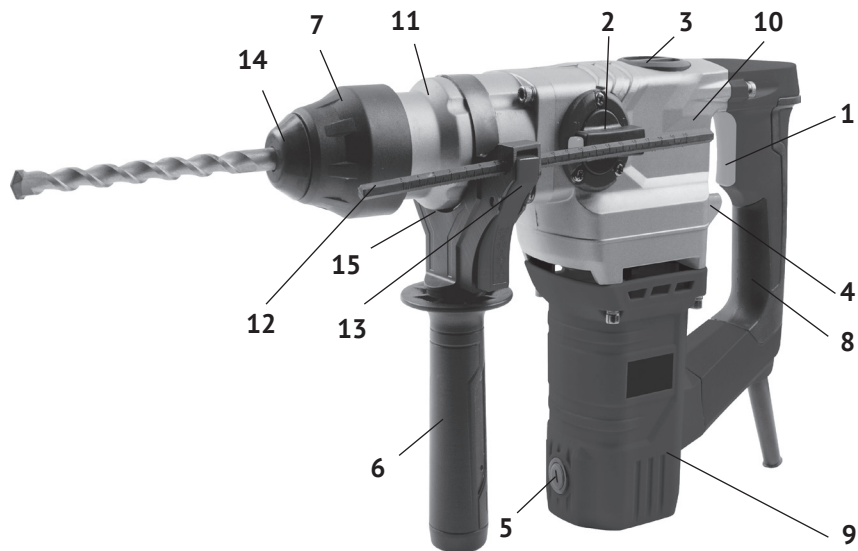

рис.1
1.4.1 Общий вид перфоратора представлен на рис. 1
1.4.2 Перфоратор состоит из вертикально расположенного коллекторного двигателя в пластиковом корпусе (рис.1 поз.9) и шестерёнчатого редуктора с кривошипно-шатунным механизмом, расположенных в металлическом корпусе (рис.1 поз.10). Крутящий момент с якоря электродвигателя через систему шестерён, передаётся на вал с патроном SDS – plus (рис.1 поз.7), расположенный перпендикулярно оси двигателя. Вертикальное расположение двигателя упрощает конструкцию редуктора, что увеличивает ресурс перфоратора. Кривошипно-шатунный механизм приводит в действие ударный узел перфоратора. На корпусе редуктора, со стороны рукоятки (рис.1 поз.8),
расположен переключатель режимов «сверление с ударом» - «сверление» (рис.1 поз.4).
В зависимости от вида выполняемой работы, в патрон SDS – plus вставляется необходимая насадка (пика, долото, бур) с соответствующим хвостовиком, или переходник SDS-plus/сверлильный патрон для установки сверлильного патрона (входят в комплект поставки), если необходимо работать только в режиме «сверление». Дополнительная рукоятка (рис.1 поз.6) хомутом суппорта (рис.1 поз.15) крепится на корпусе ствола (рис.1 поз.11). Фиксируется, закручиванием рукоятки по часовой стрелке, в любом положении (от 0° до 360°), что удобно пользователю, как «правше», так и «левше».
В отверстие суппорта дополнительной рукоятки вставляется, при необходимости, стержень -ограничитель глубины сверления (рис.1 поз.12).
1.4.3 Клавиша выключателя (рис.1 поз.1) расположена в передней части основной рукоятки (рис.1 поз.8), крепящейся: к корпусу двигателя – нижней частью и к редуктору – верхней частью. Включение/отключение инструмента осуществляется нажатием/отпуском клавиши выключателя. Силой, приложенной к клавише, регулируется число оборотов двигателя, а, следовательно, и частота ударов в режимах «сверление с ударом» и «удар».
Сбоку, на корпусе редуктора (рис.1 поз.10) расположен переключатель режимов работы (рис.1 поз.2). Он фиксируется в одном из двух положений, отмеченных символами: «сверло с молотком» - сверление с ударом, «молоток» - долбление (без вращения). Нажав фиксатор в торце ручки переключателя, поворотом ручки со стрелкой, совместить с нужным символом. Достигнув нужного положения, фиксатор возвращается в исходное положение, закрепляя ручку в выбранном положении.
В верхней части редуктора находится пластиковая крышка смазочного окна (рис.1 поз.3). Перед каждым использованием инструмента, ключом (входит в комплект поставки) отвернуть крышку, проверить наличие смазки на кривошипно-шатунном механизме, при необходимости добавить из ёмкости, входящей в комплект.
На редукторе, ниже клавиши выключателя, находится переключатель режимов работы (рис.1 поз.4) с двумя фиксированными положениями: «сверло с молотком» - сверление с ударом и «сверло» - сверление. Соответствующие символы нанесены на рычаге переключателя (или корпусе редуктора).
2.2.1 Выбрать насадку, для предполагаемого вида работы и зафиксировать её в патроне. Для установки нужной насадки: отвести стопорную втулку патрона (рис.1 поз.7) назад (указано стрелкой), вставить, находя нужное положение поворотом вокруг своей оси, насадку в патрон (приблизительно на 40 мм), отпущенная втулка, смещаясь вперёд за счёт пружины, зафиксирует насадку в патроне.
- при необходимости, в отверстие суппорта (рис.1 поз.15), вставить стержень-ограничитель глубины сверления (рис.1 поз.12), нажав на кнопку фиксации (рис.1 поз.13);
- при работе в режиме сверление без удара, переключатель (рис.1 поз.4) установить в положение «сверло», а переключатель (рис.1 поз.2) в положение «сверло с молотком». При этом режиме перфоратор может работать с патроном SDS – plus, но, как правило, устанавливается ключевой патрон;
- при работе в режиме сверление с ударом, переключатель (рис.1 поз.4) в положение «сверло с молотком», и переключатель (рис.1 поз.2) в положение «сверло с молотком»;
- при работе в режиме долбление, переключатель (рис.1 поз.4) в положение «сверло с молотком», а переключатель (рис.1 поз.2) в положение «молоток».
- снять крышку (рис.1 поз.9) смазочного отверстия;
(рис.1 поз.11). Вынуть использованные щётки из щёткодержателей и заменить их новыми. Щётки следует заменять парой для обеспечения равной степени их давления на коллектор якоря.